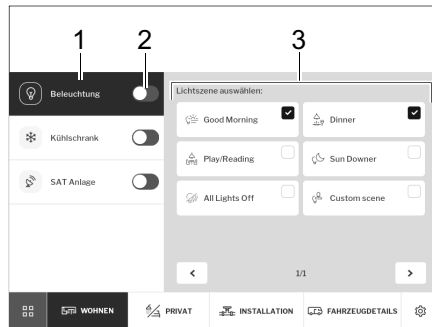

Fig. 276 Eclairage
- Activer ou désactiver l'éclairage à l'aide de l'interrupteur coulissant (Fig. 276,2).
- Appuyer sur la touche *Eclairage* (Fig. 276,1). Dans le bandeau de commande (Fig. 276,3) ; sélectionner une ambiance d'éclairage.